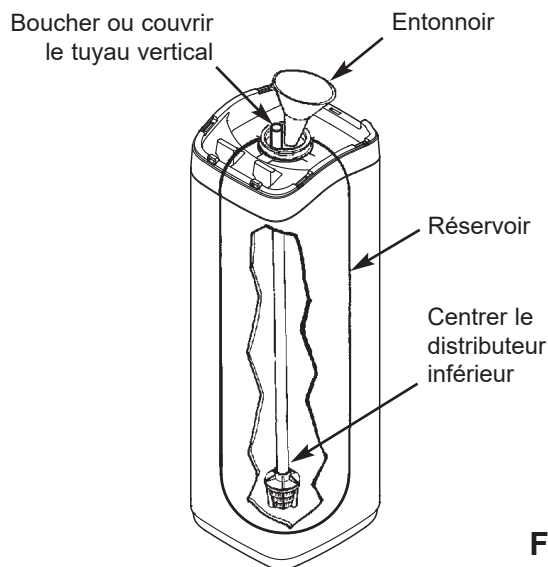

FIG. 4
6. Couvrez l'ouverture du tuyau vertical avec un chiffon propre pour interdire le passage de la matière filtrante (cf. Fig. 4).